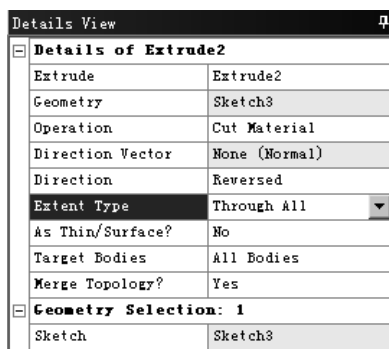

图 3.9.18 “Details View”对话框
(2) 在工具条中单击 Extrude 按钮，弹出图 3.9.18 所示的“Details View”对话框，使用草图 3 作为截面，在 Operation 下拉列表中选择 Cut Material 选项，在 Extent Type 下拉列表中选择 Through All 选项，其他采用系统默认设置值。单击工具条中的 Generate 按钮，完成拉伸特征 2 的创建。